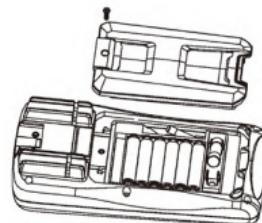

Figura 15
2. Pasos de operación de reemplazo de la batería o el fusible (Figura 15):